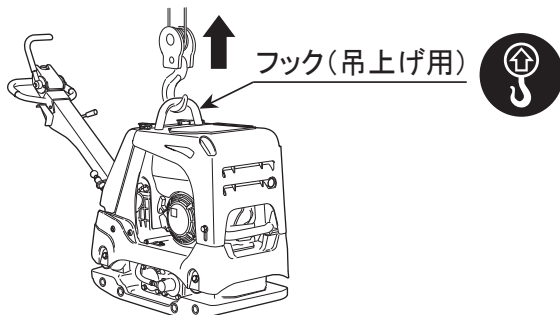

図 15
- 吊り上げる際には、必ず吊り上げ用フックを使用してください。フック以外の場所(ハンドル等)での吊り上げは絶対に行わないでください。(図15)